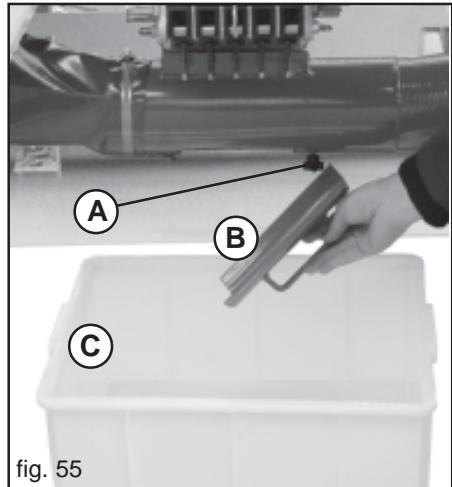
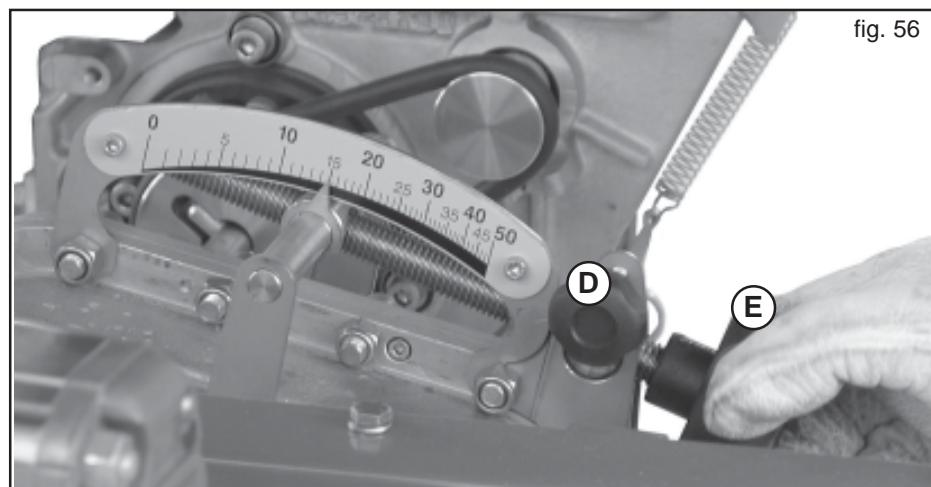

fig. 55
fig. 56
2) Den Backenknochen lösen (A, Abb. 55) und die Luke (B) entfernen.
3) Abdrehwanne unter den Auslauf stellen (C).
4) Loesen Sie die Feststellschraube an der Getriebebeverstellung und (D, Abb.56) bringen Sie durch Drehen an der Getriebebeverstellung den Skalenzeiger in die gewuenschte Position (E, Abb. 56).
8) Nach erfolgter Abdrehprobe die Verstellspindel mit der Feststellschraube wieder sichern (D, Abb. 56).